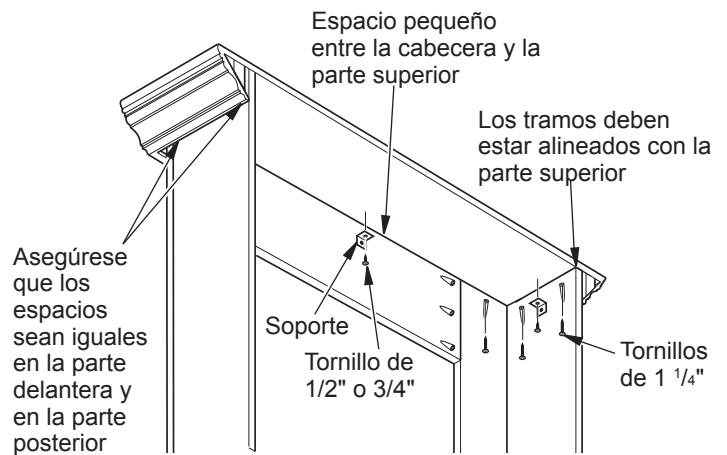

Figura 8 - Cómo fijar la parte superior de la repisa al ensamble de los tramos y cabecera
2. Asegúrese que la repisa para chimenea esté centrada entre los lados izquierdo y derecho dentro de la parte superior y que la parte trasera de los tramos esté alineada con la parte posterior de la parte superior. El espacio entre la parte superior de la repisa para chimenea y el tramo debe ser el mismo que del frente a la parte posterior (consulte la figura 8). Utilice los tornillos de 1 1/4" incluidos a través de los orificios angulares de los ensambles laterales y del frente para fijar la parte superior de la repisa.
3. Fije los soportes complementarios por medio de los tornillos de 1/2" o 3/4" suministrados en el juego de piezas de ferretería para soporte. Utilice 3 soportes para fijar la parte superior al ensamble de la repisa para chimenea: uno en la parte posterior de cada tramo lateral ensamblado y uno en el centro de la cabecera (consulte la figura 8).